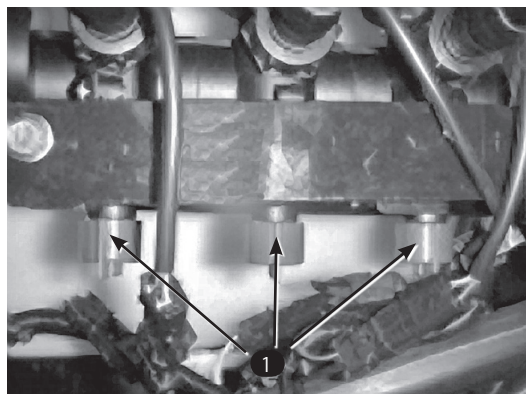

図28
12. そのブームのバルブの下についているバイパス・バルブ (図28) を使って、上記手順9で設定した水圧と同じ水圧になるように調整する。